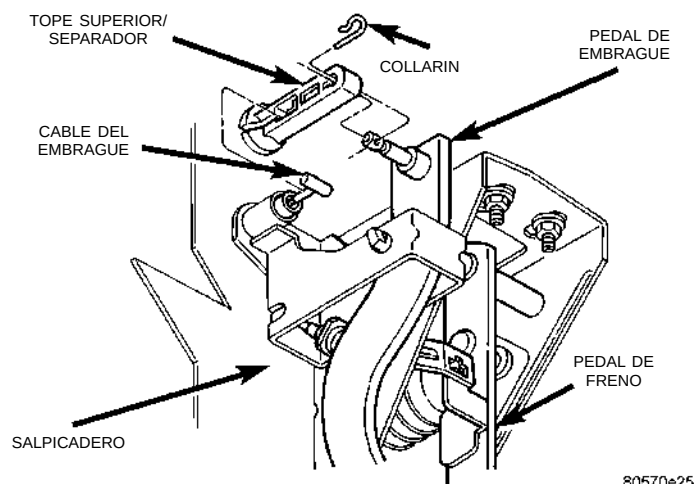

Fig. 5 Desmontaje del extremo del cable
- (4) Guíe el cable a través de la muesca del transeje y desconéctelo de la palanca de desembrague.
- (5) Desconecte del pedal de embrague el tope superior/separador con el cabo del cable (Fig. 5).